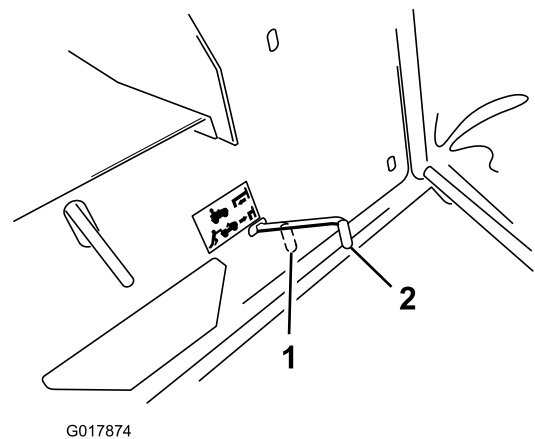

Figura 13
Nota: Esto desengrana el sistema de tracción y permite que las ruedas giren libremente.(Figura 13).
2. Tire del control de tracción a la posición de Funcionamiento (Figura 13) para engranar el sistema de tracción.